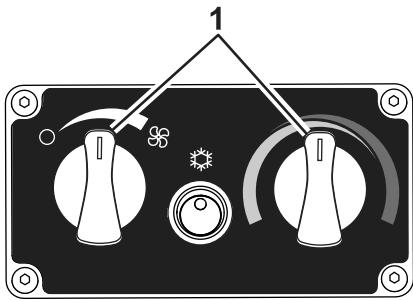

Figure 7
7. Amenez les boutons de commande au centre, comme montré à la Figure 7.